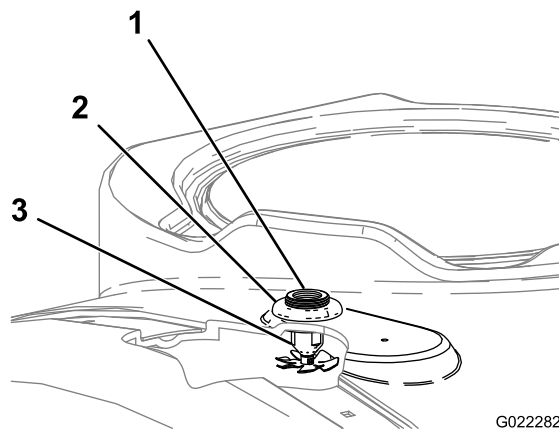

Figura 18
3. Montate i gruppi ugello dall'interno infilandoli attraverso i fori praticati (Figura 18).
4. Nella parte superiore del serbatoio, montate i dadi flangiati in plastica sui filetti che sporgono dal diaframma per gli ugelli di lavaggio (Figura 18).